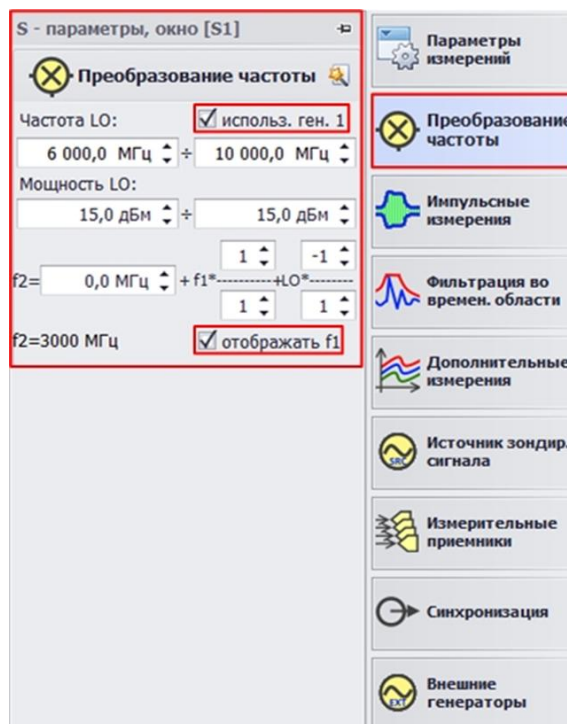

Рис. 22. Настройка параметров преобразования частоты
9. Во вкладке «Преобразование частоты» установите параметры преобразования частоты (рис. 22). Используемые частотные диапазоны для измерения: RF = 9...13 ГГц, LO = 6...10 ГГц, IF = 3 ГГц. Установите мощность гетеродина 15 дБм. Установите флажки «использ. ген. 1» и «отображать f1»;